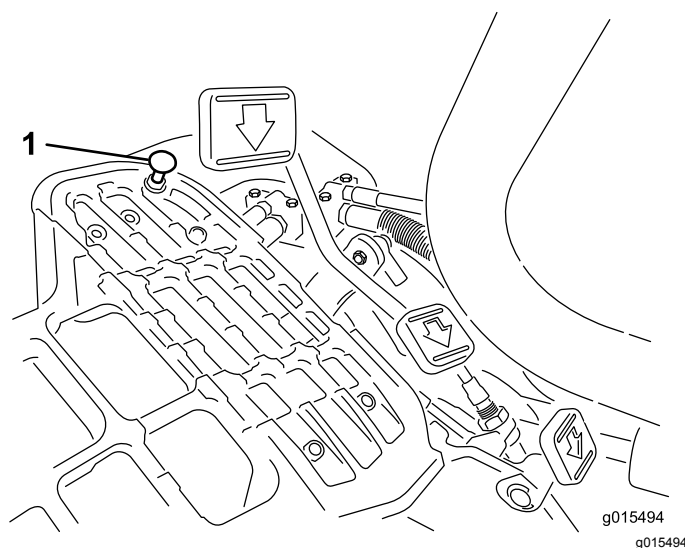

Figura 52
Pise el pedal de tracción. Si el pedal toca el tope (Figura 52) antes de que se note tensión en el cable, es necesario hacer un ajuste:
1. Afloje las contratuercas con arandela prensada que fijan el tope del pedal a la chapa de suelo (Figura 52).